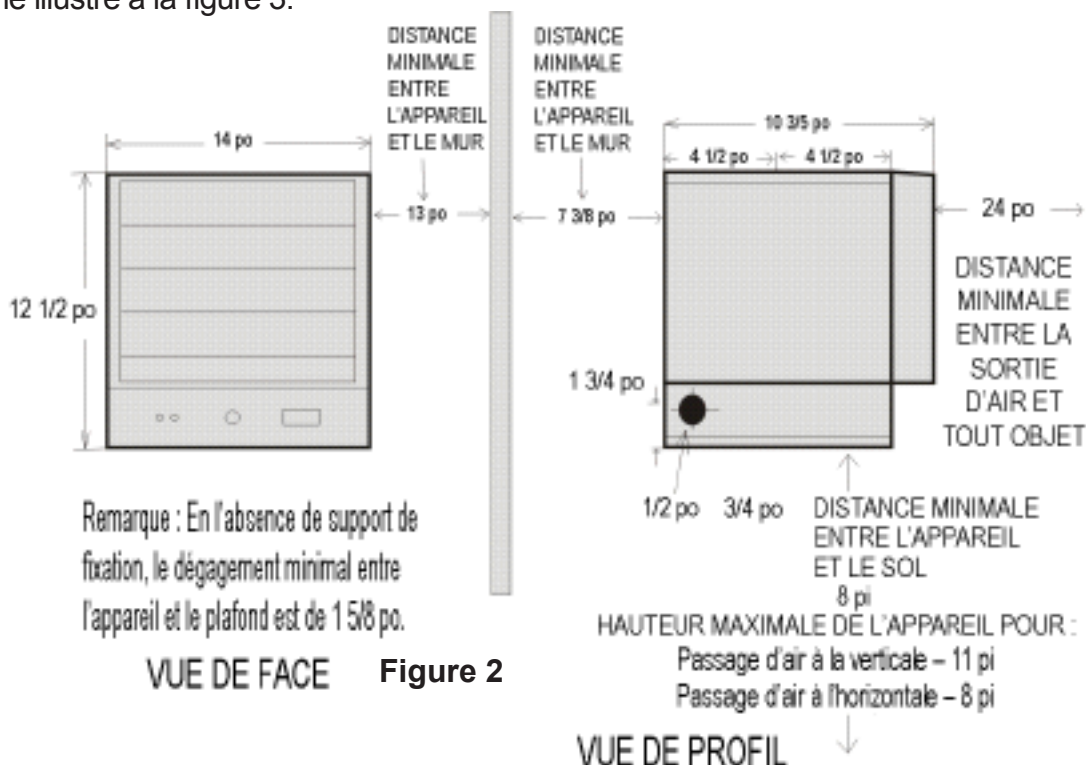

Figure 2
9. Le radiateur doit être installé à au moins 8 pieds du sol. Pour des dégagements spécifiques, voir la figure 2.
Installez le radiateur à l'écart des zones de circulation et maintenez le dégagement minimal décrit à la figure 2. Le passage d'air ne doit pas être obstrué par des colonnes ou des machines, et l'air doit longer les murs plutôt qu'être poussé directement sur ces derniers. Lorsque plusieurs radiateurs sont utilisés, ils doivent être disposés de façon à créer un passage d'air continu avec les autres radiateurs afin de mieux faire circuler l'air chaud, comme illustré à la figure 3.